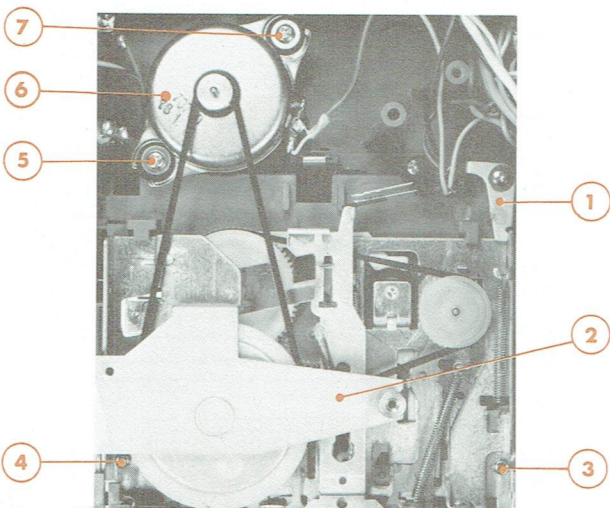

Fig. 3
E – DEPOSE DE LA PLATINE MECANIQUE (Fig. 3)
- 2° - Dévisser et enlever les vis (3) et (4).
- 3° - Déposer la platine mécanique (2).
Nota : Lors du remontage veiller à placer le levier de sécurité d'enregistrement (1) dans sa position initiale comme sur la figure 3.
F – DEPOSE DU MOTEUR (Fig. 3)